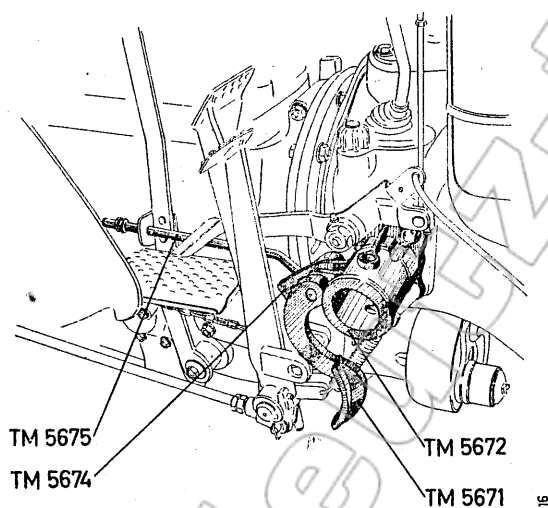

Abb. 3
3. Der **Befestigungsbock TM 5672** für das Hebewerk TM 20 506 A wird an der rechten Seite der Kupplungsglocke an der vorgesehenen Anbaufläche verschraubt. Dabei ist auf die Lagerung des Drehzahlversteilers und der Bremsrückholfedern zu achten. (Abb. 3)
muttern M12 DIN 555 gesichert. Das abgewinkelte Ende der Ausrückstange TM 5675 wird an dem am Befestigungsbock TM 5672 gelagerten Ausrückhebel TM 5674 eingeführt und durch Scheibe und Splint abgesichert. (Abb. 3)